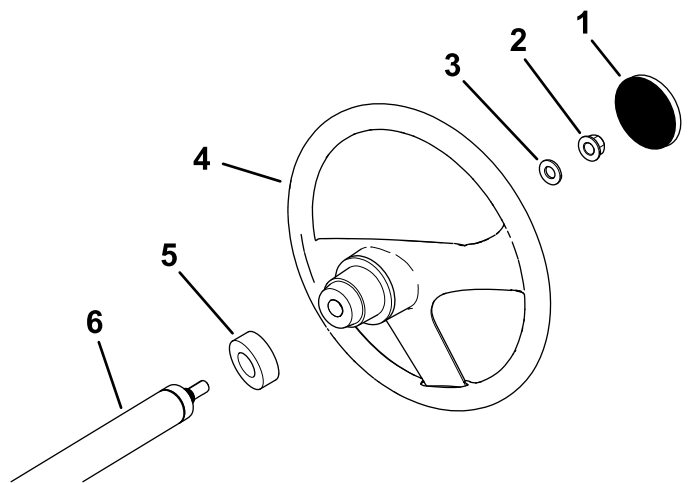

Figure 3
- Si le couvre-moyeu est monté, déposez-le du volant (Figure 3).
- Retirez le contre-écrou (½ po) de l'arbre de direction (Figure 3).
- Glissez le volant, le couvre-moyeu et la rondelle (½ po) sur l'arbre de direction (Figure 3).
- Reposez le couvre-moyeu sur le volant (Figure 3).